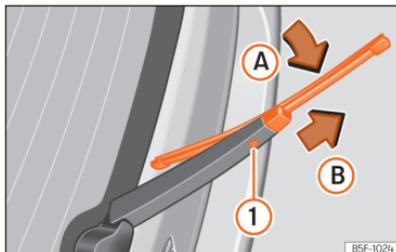

Abb. 153 Scheibenwischerblatt der Heckscheibe auswechseln.
- Das Wischerblatt leicht drehen »» (Abb. 153) (Pfeil A).
- Die Entriegelungstaste ① gedrückt halten und gleichzeitig das Scheibenwischerblatt in Pfeilrichtung B abziehen.
- Neues Heckscheibenwischerblatt **gleicher Länge und Ausführung** entgegen der Pfeilrichtung B auf den Scheibenwischerarm schieben, bis der Mechanismus ① einrastet.